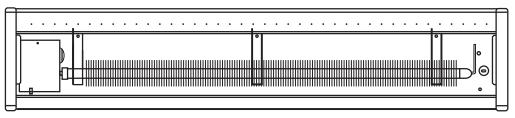

Figura 3
7. Coloque el calentador y fije uno de sus extremos al puntal de la pared con un tornillo en una zona de perforación segura, tal como se aprecia en la figura 3. Antes de fijarlo al puntal en el otro extremo, coloque el nivel en la parte superior del calentador para cerciorarse de que este último se encuentre nivelado. (Figura 4).